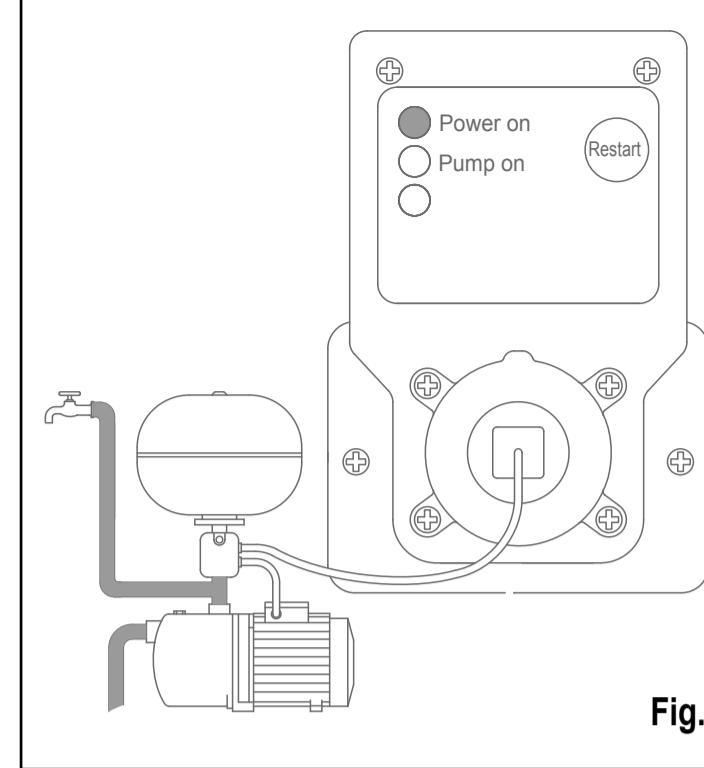

Fig. 5
- Schließen Sie die Anwendung und warten Sie, bis die Pumpe ausgeht (Abb. 5). Jetzt kann die Anlage normal verwendet werden.
- Cierre la llave del agua y aguarde a que la bomba pare (fig. 5).
- Sluit het afnamepunt en wacht tot de pomp is gestopt (Fig. 5). Nu kan het systeem normaal worden gebruikt.